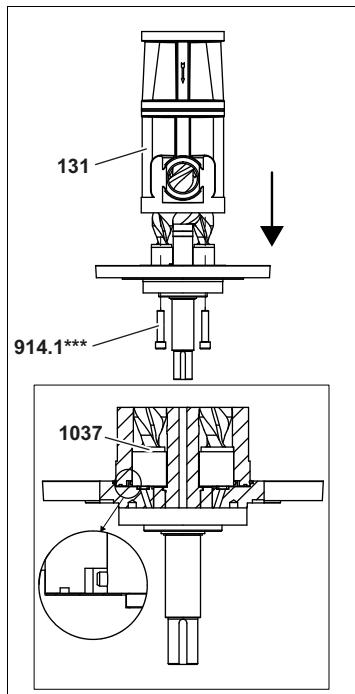

Fig. 29
- Placer les vis annexes **661.2** à gauche et à droite de la vis principale et les orienter précisément sur une ligne. Pousser le boîtier de pompe **131** sur le groupe enfichable prémonté, ce faisant respecter la position des douilles de serrage dans les coussinets, voir Fig. 29, page 39.